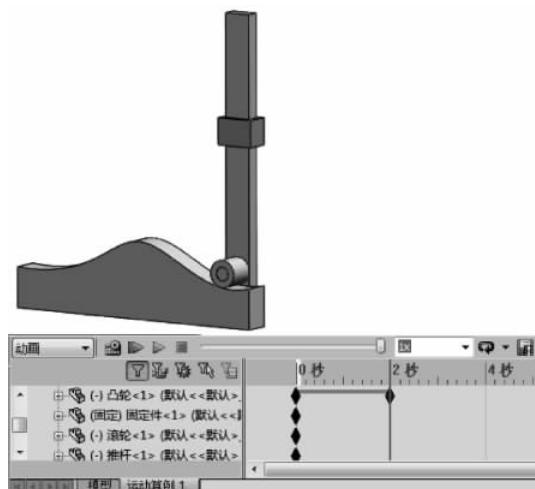

图 3-47 位置 1
(3) 在时间线中拖动时间栏到 2 秒处,然后在图形区域中将模型运动到新的位置,如图 3-47 所示。